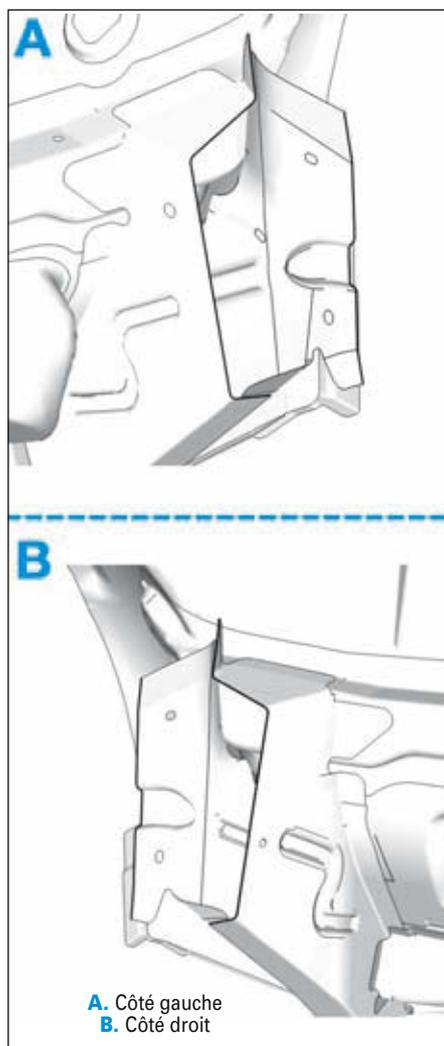

FIG.5
- Tenir compte du détail de la coupe (Fig.5).